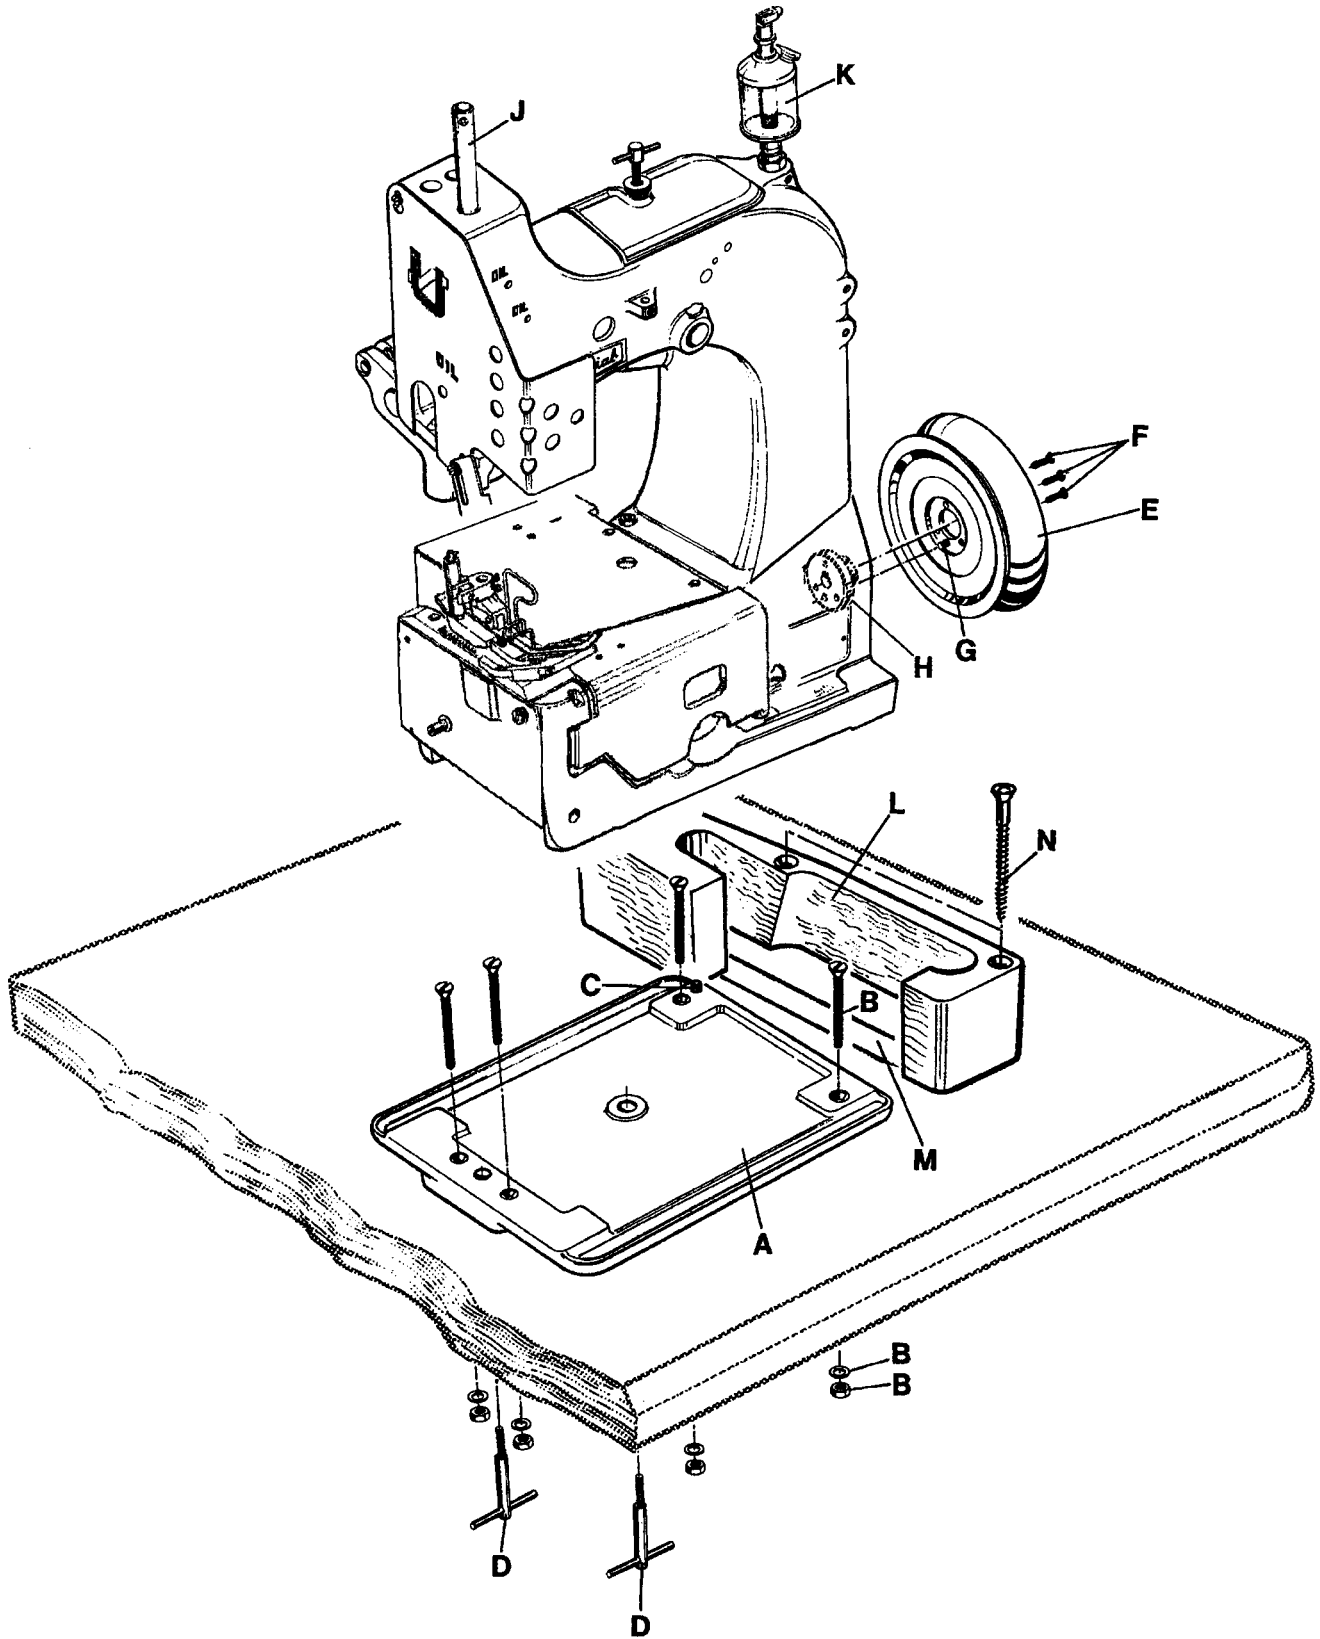
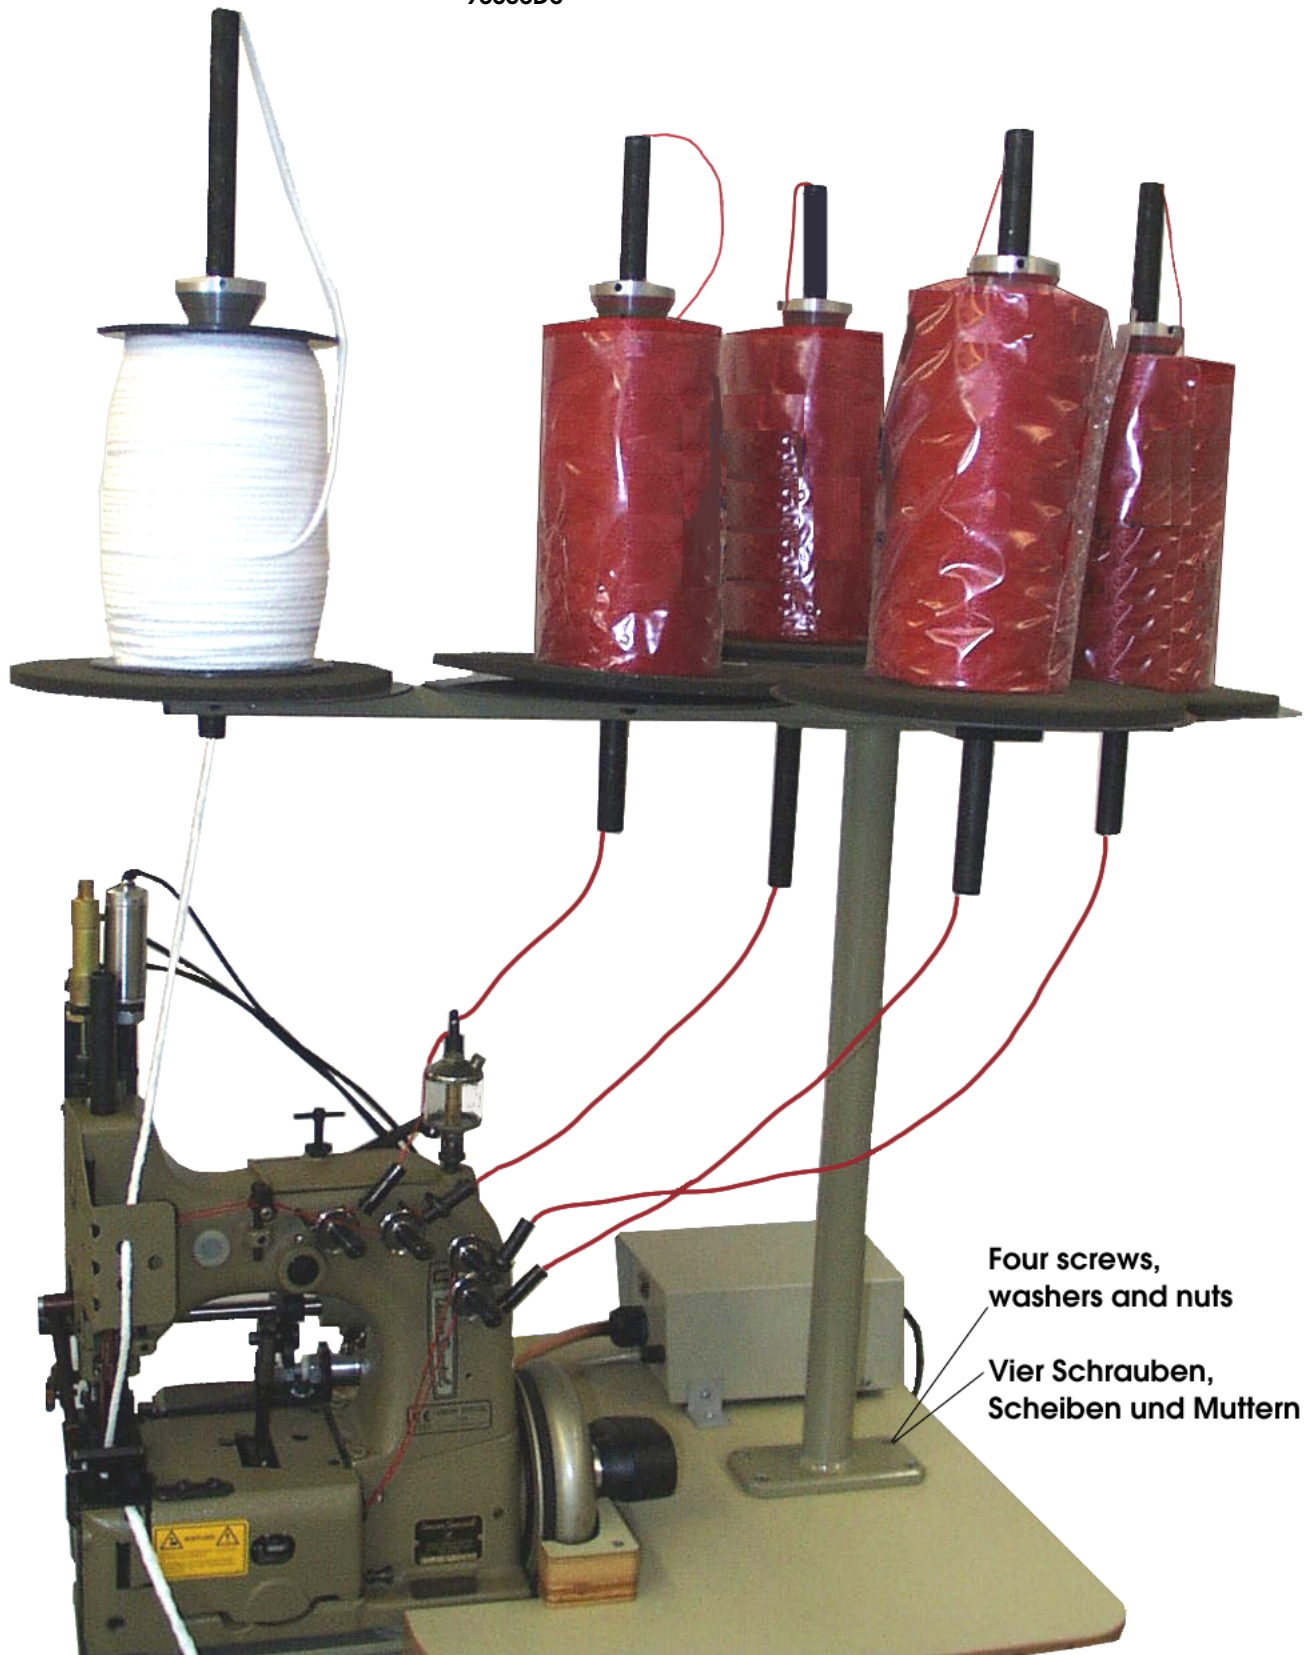

Fig. 1
**Fig. 2**
2. Mount the base plate (A, Fig. 1) with four screws, nuts and washers (B) in the provided holes on the table board.
3. Place the sewing machine on the base plate so that the roll pin (C) in the base plate engages with the right rear hole in the machine base.
4. Fasten the sewing machine with the two T-screws (D) on the base plate.
6. Assemble the handwheel pulley (E) with three countersunk screws (F) to the sewing machine. Pin (G) must engage with the hole in hub (H).
7. Screw in needle bar guard (J).
8. Screw in sight feed oiler (K).
9. Align the handwheel belt guard (L) with the V-belt slot (M) in the table board and with the handwheel pulley and fasten it with two wood screws (N) on the table board.
10. Dismount motor belt guard. Place the V-belt around the motor pulley and slue the motor to tense the belt. The tension on the V-belt is correct, when with moderate finger pressure it will deflect approx. 10 mm (3/8 in.) midway between handwheel pulley on the sewing machine and motor pulley (see Fig. 2). Remount motor belt guard.
2. Montieren Sie die Grundplatte (A, Fig. 1) mit vier Schrauben, Muttern und Scheiben (B) in den dafür vorgesehenen Bohrungen auf der Nähtischplatte.
3. Stellen Sie die Nähmaschine auf die Grundplatte, so daß die Spannhülse (C) in der Grundplatte in der Bohrung rechts hinten im Maschinensockel eingreift.
4. Befestigen Sie die Nähmaschine mit den beiden Knebelschrauben (D) auf der Grundplatte.
6. Montieren Sie die Handrad-Riemenscheibe (E) mit drei Senkschrauben (F) an die Nähmaschine. Der Stift (G) muß in die Bohrung in der Nabe (H) eingreifen.
7. Schrauben Sie den Nadelstangenschutz (J) ein.
8. Schrauben Sie den Tropföler (K) ein.
9. Richten Sie den Handrad-Riemenschutz (L) zum Keilriemenschlitz (M) in der Nähtischplatte und zur Handrad-Riemenscheibe aus und befestigen Sie ihn mit zwei Holzschrauben (N) auf der Nähtischplatte.
10. Bauen Sie den Motor-Riemenschutz ab. Legen Sie den Keilriemen um die Motorriemenscheibe und schwenken Sie den Motor, um den Riemen zu spannen. Der Keilriemen ist richtig gespannt, wenn er in der Mitte zwischen Handrad-Riemenscheibe und Motor-Riemenscheibe mit mäßigem Fingerdruck etwa 10 mm eingedrückt werden kann (siehe Fig. 2). Bauen Sie den Motorriemenschutz wieder an.